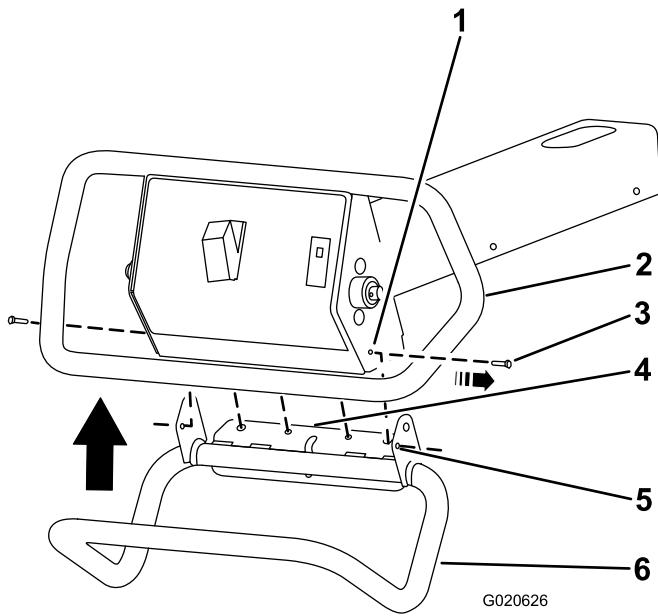

図 1
- 図 1に示すように、六角ヘッドボルト（#10-24 x 1/2 インチ）2本を外す。.
3. ハンドルを持ち上げて、フランジとフレームとを整列させる（図 1）。
4. 六角ヘッドボルト（#10-24 x 3/4 インチ）2本の取り付け穴（ハンドル側）を、フレーム側の穴に合わせる（図 1）。